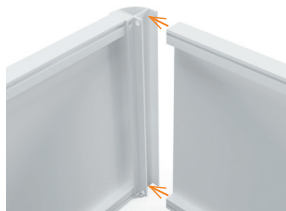
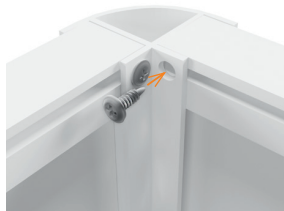

Рис. 2.1
Рис. 2.2
1. Соедините между собой две детали экрана: для этого свободные направляющие одного экрана вставьте в ножку второго (рис. 2.1). Закрепите саморезами (рис. 2.2). В результате получится угловая композиция.